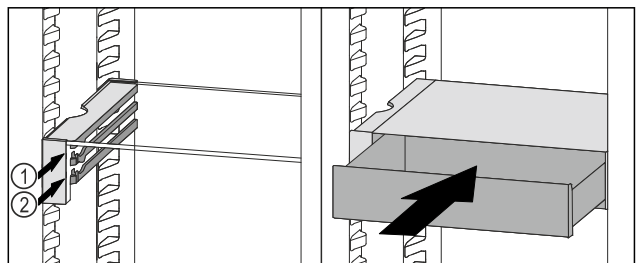

Fig. 100
- ▶ Установите выдвижной ящик VarioSafe за стопоры на требуемый выступ Fig. 100 (1) или Fig. 100 (2).